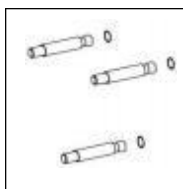

Fig.2 .
2) Insérez les trois boulons d'expansion fournis (1) dans les trous de montage percés. Vous devrez peut-être utiliser un marteau pour les fixer. Voir la (Fig. 2).